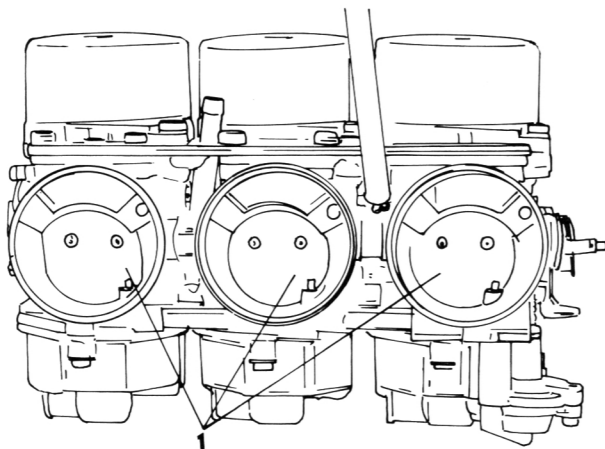

Bild 136
- Die Drosselventile («1» in Bild 136) entfernen.